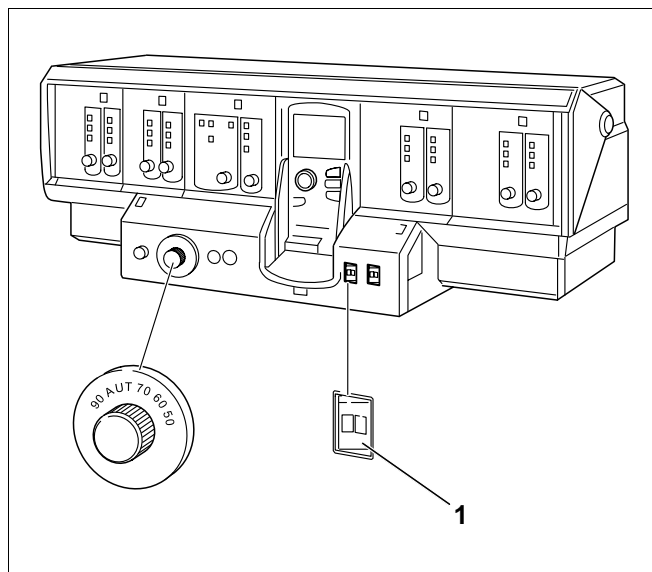

Fig. 53 Eksempel vist med Logamatic 4311
- Sæt driftskontakten (Fig. 53, pos. 1) på instrumentpanelet i stilling „0“.